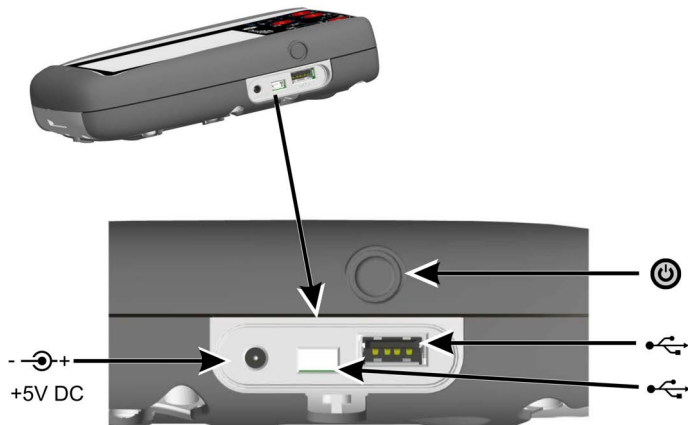

図 1-4: DPI 620 Genii 電源ボタンとポート
1. DC 電源をユニット側面の +5V DC 接続に接続します。図 1-4 を参照。
ユニットがオフの場合は、ディスプレイが点滅してスプラッシュ画面が表示されるまで、電源ボタン (図 1-4) を一瞬押します。